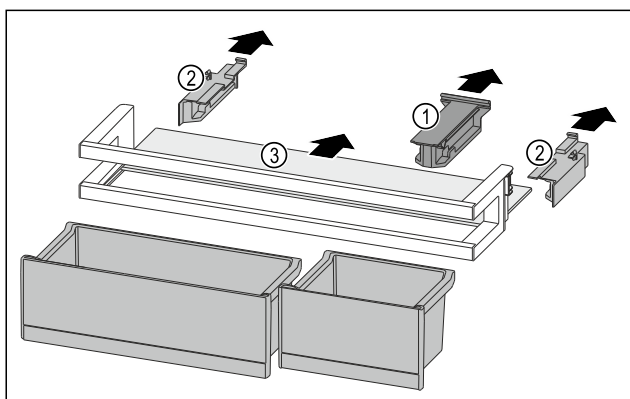

Fig. 115
- Halteteil Fig. 115 (1) abziehen.
- Seitenteile Fig. 115 (2) abziehen.
- Abstellfläche Fig. 115 (3) entnehmen.